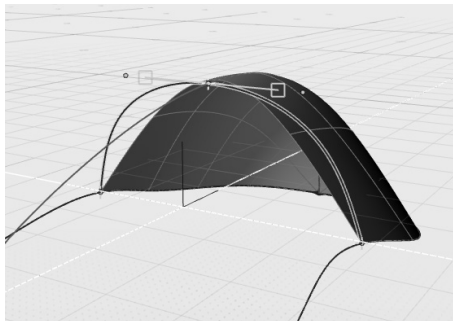

图 5-179 基于参数调整融合曲线的造型
7) 保持“编辑参数”模式,框选 3 个融合曲线上的控制点。在控制面板中,设置“连续性”参数为“G0 连续”(默认为“G2 连续”)。随后仅选中中间的控制点,将“切线等级”参数的值调整为“1.5”。可见这条融合曲线的造型更加饱满,如图 5-179 所示。